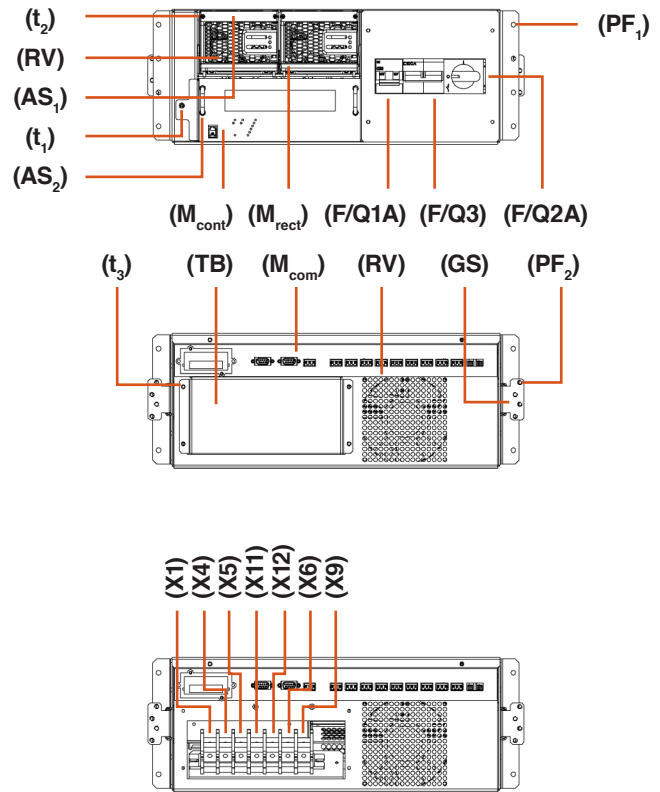

Abb. 2. Ansicht Subrack mit 19'' und 4U Höhe.
Die grundlegende und minimale Struktur des Systems DC Power-S wird eine Subrack-Version sein (siehe Abb. 2) und besteht aus:
- Im 19"-Subrack. Mit einer Höhe von 4U und für seinen Einbau im Inneren eines Schranks mit Hilfe der Befestigungsschienen konzipiert (siehe Abb. 2).